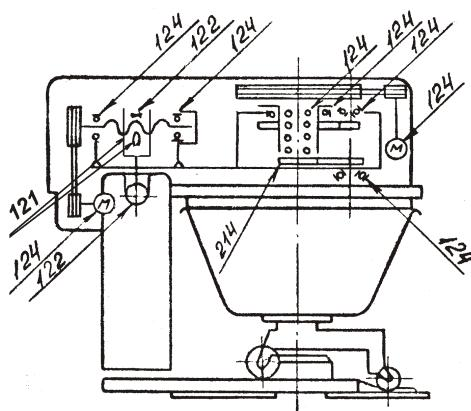

Рис. 4 Кarta смазки
2.3.2. Проверить наличие смазки в подшипниках в соответствии с картой смазки (см. рисунок 4), при необходимости смазать.
3.1.2. Смазку узлов машины производить в соответствии с картой смазки (см. рисунок4)